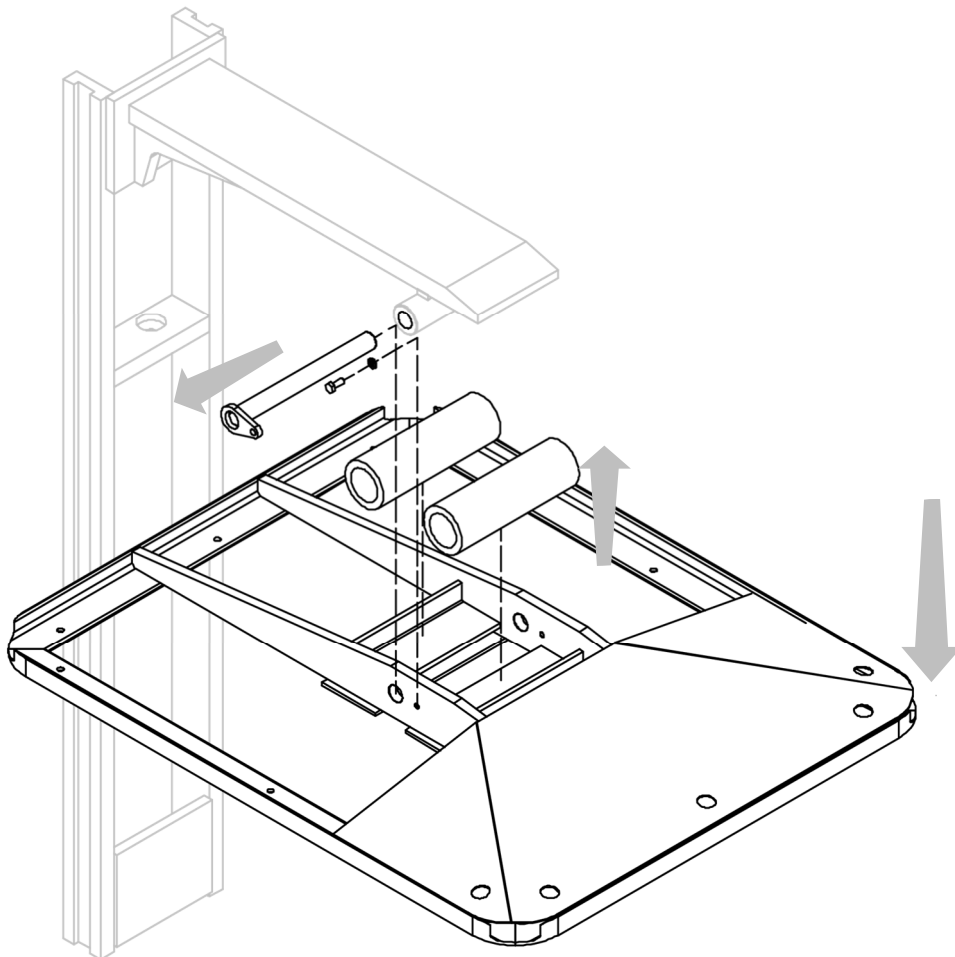

Abbildung 10
4. Entfernen Sie die Lasthalteplatte (mit entsprechenden Gummischläuchen) von der beweglichen Konstruktion, nachdem Sie den entsprechenden Stift entfernt haben, der sie blockiert (siehe *Abbildung 10*).